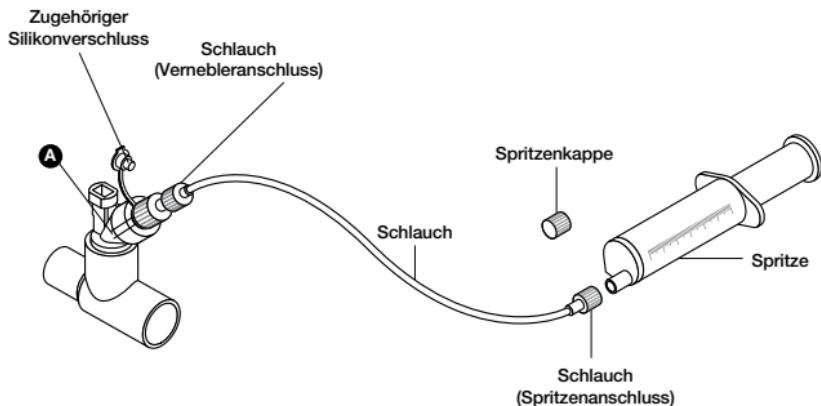

Abbildung 13. Schlauchset für die kontinuierliche Vernebelung
7. Die mit dem Medikament gefüllte Spritze in die Spritzeninfusionspumpe einsetzen (Pumpe wird in Abbildung 13 nicht gezeigt) und die geeignete Flussrate einstellen (dabei die Anweisungen des Pumpenhandbuchs oder des Herstellers beachten).